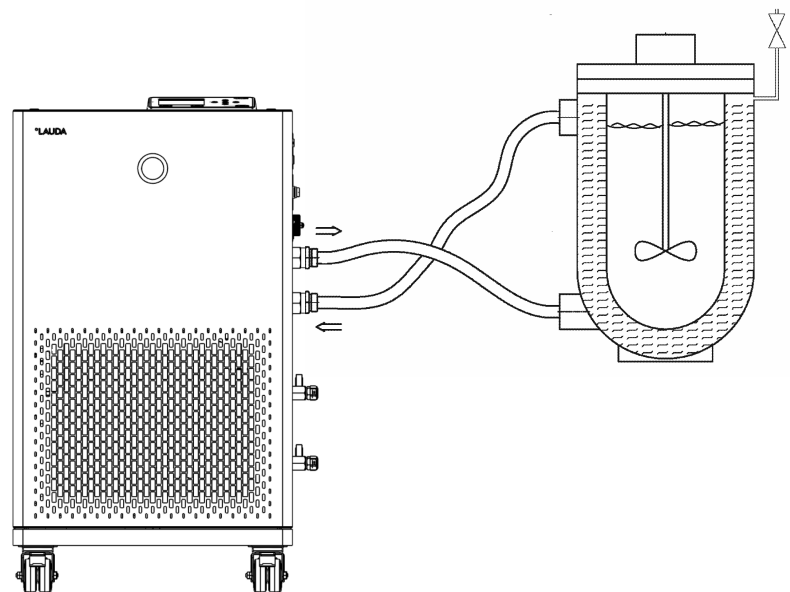

Fig. 15 : Schéma de raccordement avec vanne de purge
- Une vanne de purge peut, en fonction du type constructif de l'application, simplifier sensiblement le processus de purge. La vanne de purge doit être montée sur le point le plus haut du circuit (Fig. 15).
Afin que des bulles de gaz/vapeur puissent être évacuées du système et que le fonctionnement ne soit pas perturbé, l'application externe doit être raccordée conformément au schéma (Fig. 15). L'alimentation de la pompe doit être reliée au raccord du bas de l'application. Le retour vers la tubulure de pompe doit être relié au raccord du haut de l'application. L'écoulement se fait alors de bas en haut dans l'application.